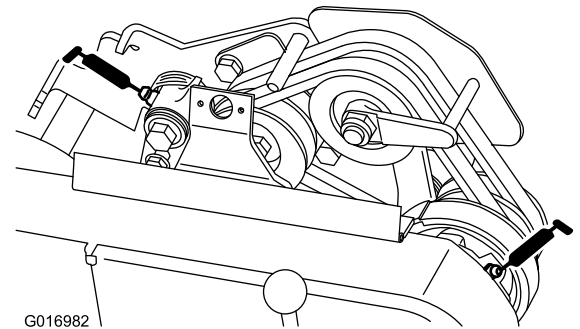

Bild 20
- 2 an den Riemenspanngelenken (Bild 20).